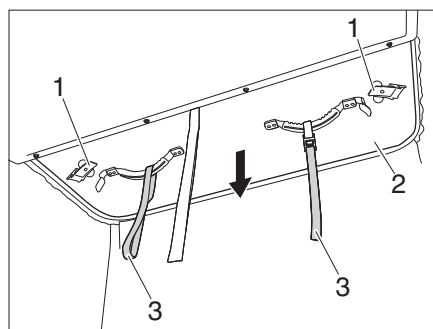
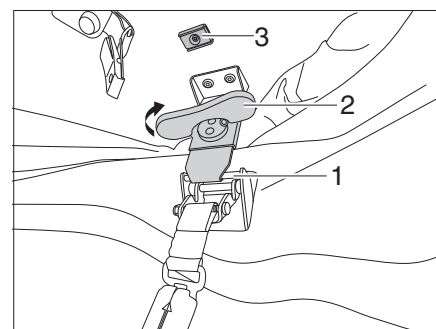

Fig. 40 Abbassamento del tetto sollevabile
Fig. 41 Fissaggio del bloccaggio
- ▷ Verificare che le leve di chiusura (Fig. 40,1) siano fissate in alto al magnete.
- Controllare che i bloccaggi siano fissati ai magneti (Fig. 41,3).
- Abbassare il tetto sollevabile (Fig. 40,2) tirando per i dispositivi di trazione (Fig. 40,3).
- Staccare la leva di chiusura (Fig. 40,1) dal magnete (Fig. 41,3) e agganciarla nell'elemento di arresto (Fig. 41,1).
- Ruotare la maniglia girevole (Fig. 41,2) del bloccaggio in senso orario fissando il bloccaggio.
- Ribaltare la maniglia girevole (Fig. 41,2) verso l'alto.